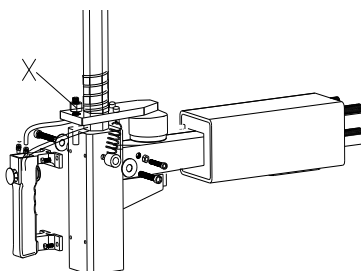

Рис. 20
**Примечание.** Отрегулируйте положение монтажной пластины (X) согласно рис.20, если вертикальная направляющая не фиксируется или монтажная головка в рабочем положении находится более чем в 2-3 мм от обода колеса.